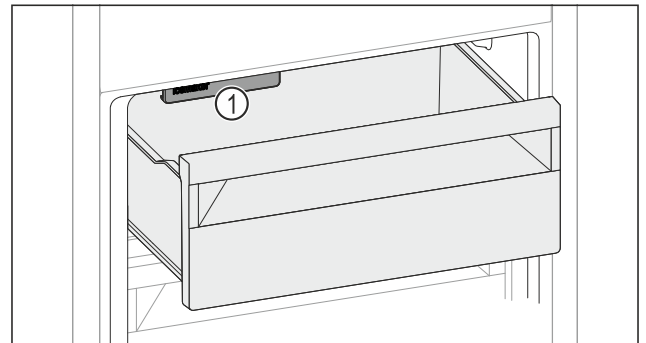

Fig. 61
- ▶ Levensmiddelen in de lade leggen. Wanneer u levensmiddelen in de linker lade plaatst: Rekening houden met IceMaker Fig. 61 (1).